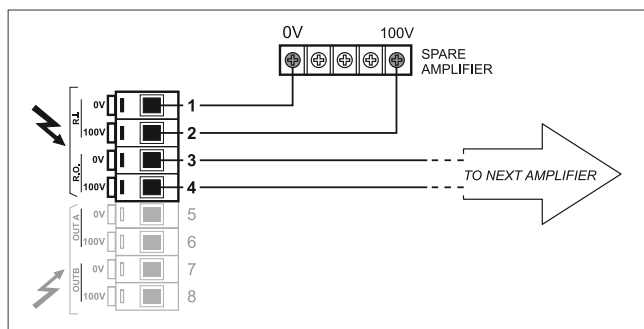

Fig. 3.4.2
Per il collegamento alle linee di altoparlanti è disponibile la morsetteria (10) - vedi figura 3.4.1. La morsetteria (11) va invece utilizzata per un eventuale collegamento ad un amplificatore di riserva (fig. 3.4.2)